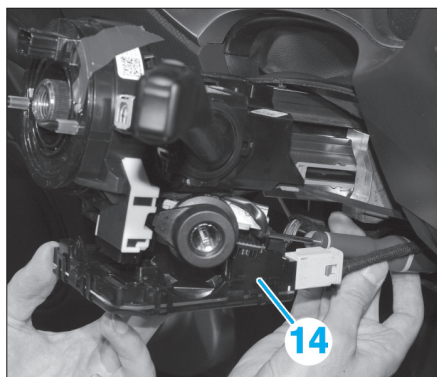
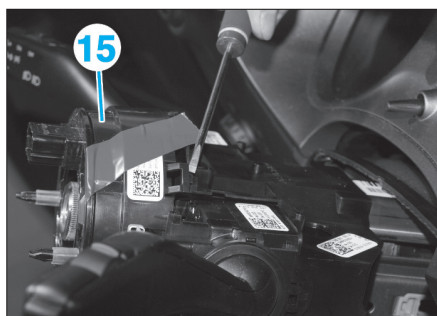

Fig. 36
Fig. 37
- Déverrouiller la partie arrière du calculateur de colonne de direction (14) à l'aide d'un petit tournevis (Fig.36).
- Débrancher les connexions puis déposer le calculateur de colonne de direction (14).
- À l'aide d'un tournevis, déverrouiller le contacteur tournant (15) puis le déposer (Fig.37).